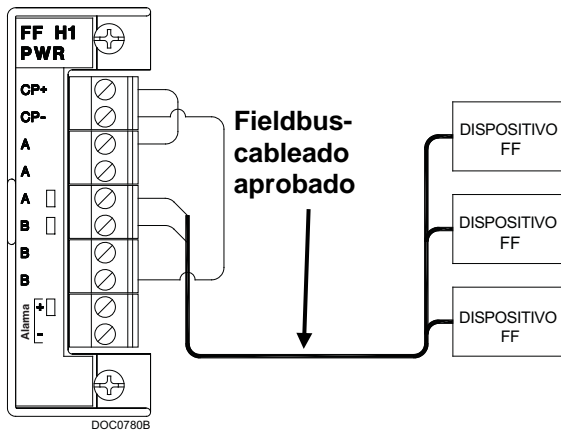
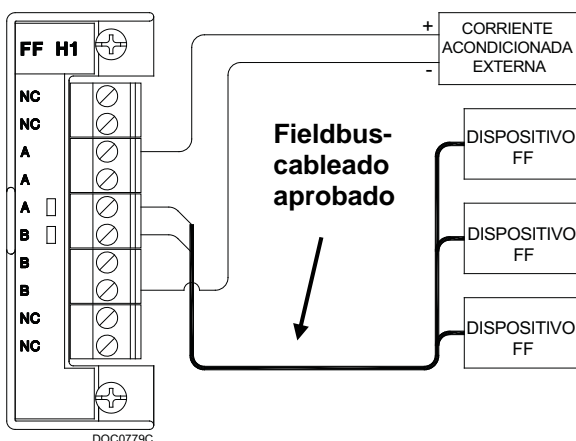

Figura 5. Cableado del sitio para el módulo H1 con carga eléctrica
Figura 6. Cableado del sitio para el módulo H1 sin carga eléctrica
3. Ajuste los tornillos. Ver *Figura 5* o *Figura 6*.
(consulte la *Figura 5*) ofrecen hasta 125 mA de corriente acondicionada.
Use los módulos H1 sin carga eléctrica y una fuente de alimentación externa acondicionada aprobada para fieldbus (consulte la *Figura 6*) si desconoce el consumo de energía o la cantidad de dispositivos fieldbus.